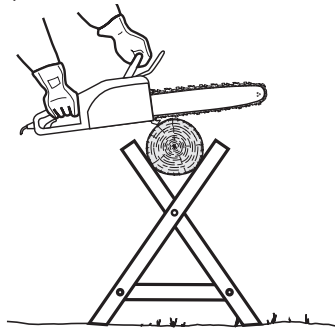

Fig. 36
5. Apoye los troncos pequeños en un soporte de aserrado o en otro tronco mientras corta (Fig.36).